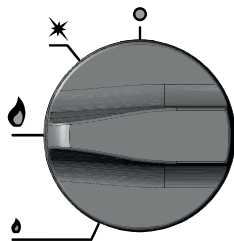
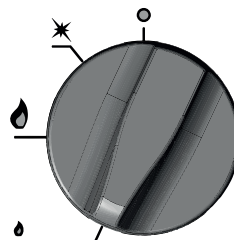

Figure 10. Réglage de la manette avec laquelle le brûleur fonctionne avec la puissance maximale.
Figure 11. Réglage de la manette avec laquelle le brûleur fonctionne avec la puissance minimale (environ 1/3 de la puissance maximale).
- Tournez la manette (mouvement anti-horaire) vers la position flamme pleine (Fig. 10) afin que le brûleur principal soit allumé (il est allumé par le brûleur de commande). Puis en tournant la manette dans le même sens vous obtiendrez une flamme économique (Fig. 11). Le brûleur principal ne sera pas allumé si le brûleur de contrôle (commande) n'est pas allumé et ne chauffe pas le détecteur de sécurité anti-reflux. En cas de disparition momentanée de la flamme le détecteur de sécurité anti-reflux du gaz causera sa coupure d'arrivée vers le brûleur